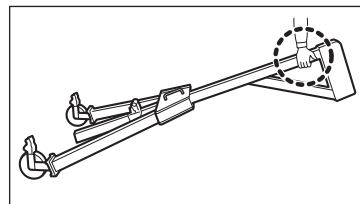

図5
- ⑥ フレームの先端を持ってフレームを移動することができます。(図 5)